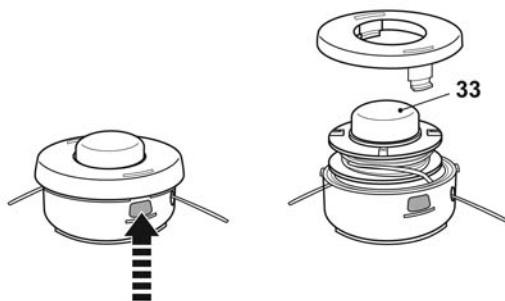

Fig. 32
- > Para substituir a bobina, pressione os encaixes da cobertura do cabeçote de corte para abrir a cobertura. Vire (se necessário) para remover a bobina usada e substitua-a por uma nova do mesmo tipo (fig. 32).